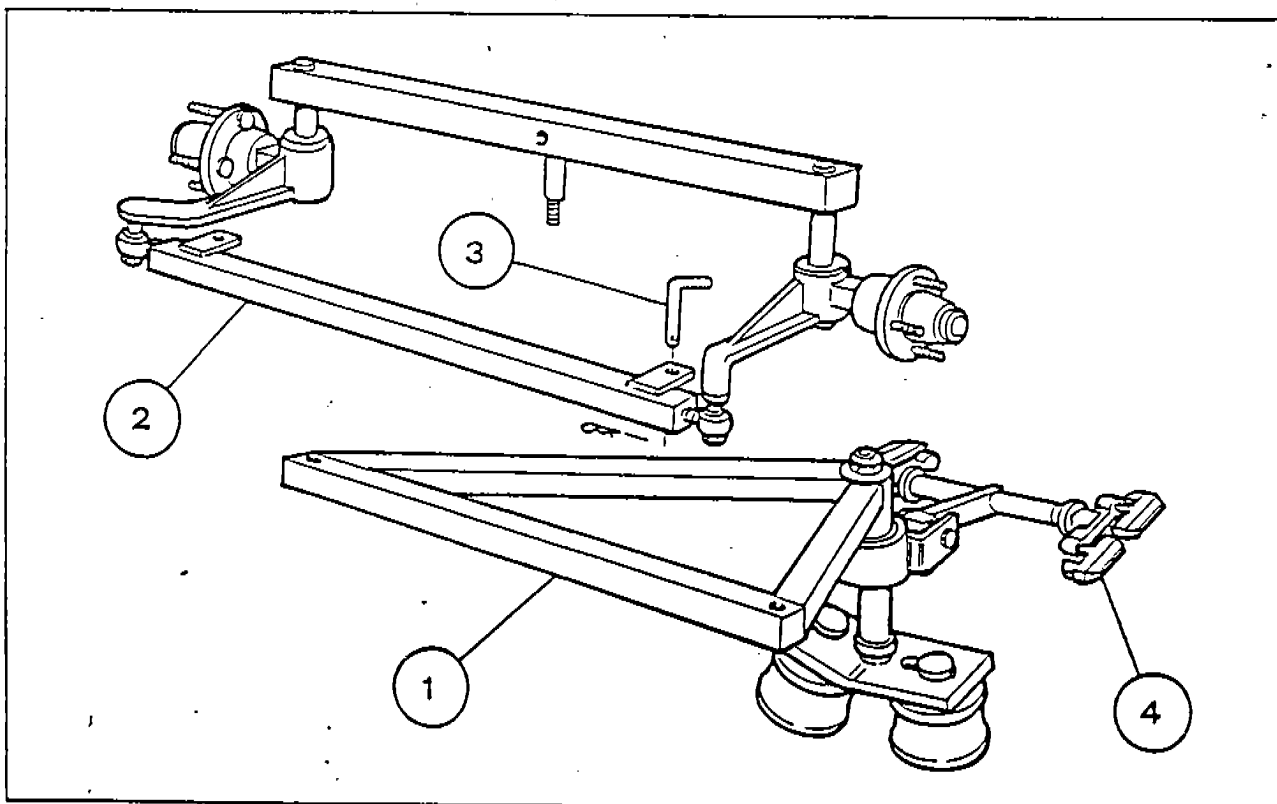

Fig. 12
- b) Set-up steering unit (1-Fig. 12) on the bar (2-Fig. 12) using the pins (3-Fig. 12).
- c) Insert pick-up brushes (4-Fig. 12) inside enclosed bus duct already placed.
- b) Installare il gruppo sterzo (1-Fig. 12) sulla barra (2-Fig. 12) utilizzando le spine (3-Fig. 12)
- c) Inserire le spazzole di contatto elettriche (4-Fig.12) sulle blindosbarre precedentemente installate.